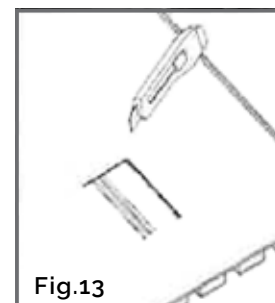

Fig.13
- Use a faca de carpete para cortar o material de feltro onde ficará a tomada, garantindo que os cortes sejam retos e limpos. (Fig. 13)